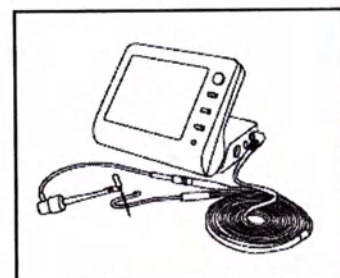

Рис. 7
2) Подключите измерительный провод. При включении изделия вы услышите два звуковых сигнала. (Рис.7)